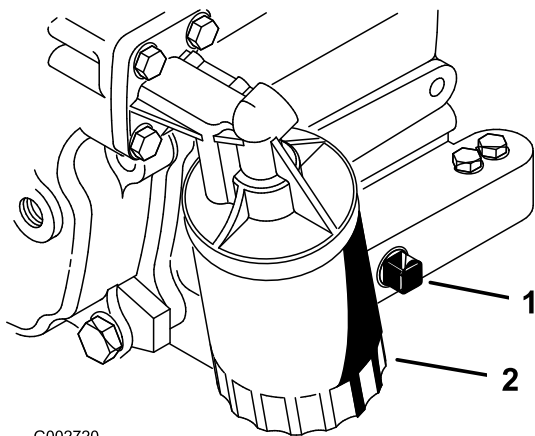

Bild 27
2. Entfernen Sie die Ablassschraube (Bild 27) und lassen Sie das Öl in die Auffangwanne ab. Schrauben Sie die Ablassschraube wieder ein, nachdem das Öl abgelassen ist.
3. Entfernen Sie den Ölfilter (Bild 27).